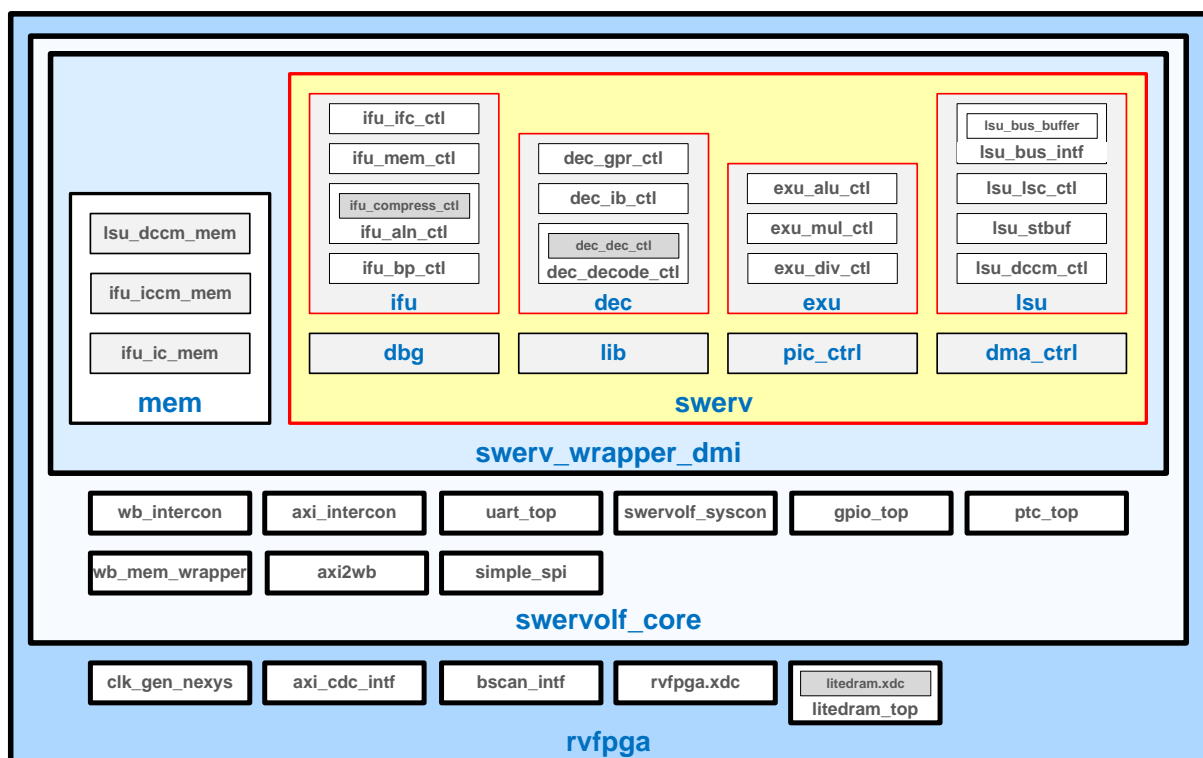

图14. **Swerv**及其子模块
**功能：**如图14所示，**swerv**是SweRV EH1内核的顶层模块。该模块会对内核的主要模块进行实例化，其中最重要的模块包括：**ifu**、**dec**、**exu**和**lsu**。表3至表6列出了这些单元的子模块和接口信号。**Swerv**模块通过SweRV包装程序（**swerv\_wrapper\_dmi**）与**mem**模块通信。